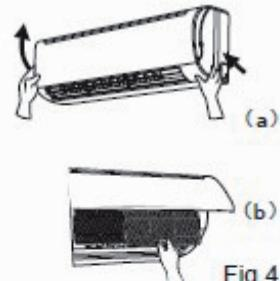

Fig.4
- 1 Ouvrez le panneau frontal et retirez-le (voir figure 4(a)), retirez soigneusement les filtres (voir figure 4(b)).